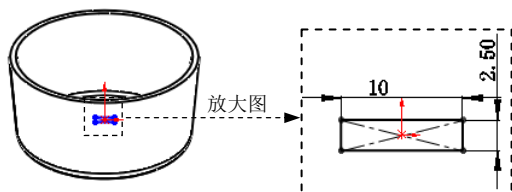

图 3.29.10 草图 3
Step8. 创建图 3.29.10 所示的草图 3。选取基准面 1 作为草图基准面，创建的草图如图 3.29.10 所示。